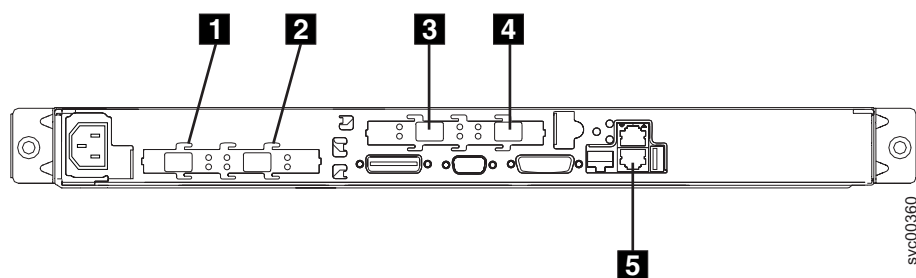

図 44. SAN ボリューム・コントローラー 2145-4F2 の後部にあるコネクタ
1. イーサネット・ケーブルを図 44 のイーサネット・ポート 1 **5** に接続します。